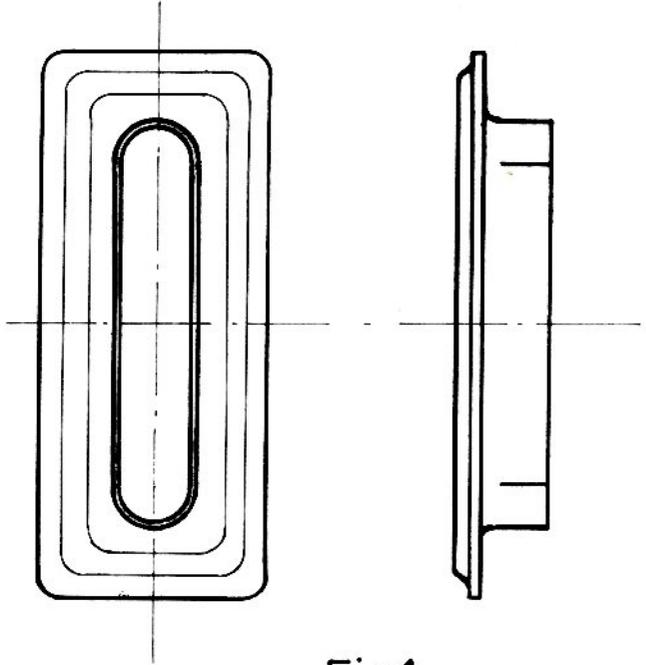

Fig.1
- 7°) Réaliser dans chaque arrondi de la partie mâle à rabattre des œillets, deux fentes d'environ 2 mm de profondeur, comme indiqué fig. 1. Présenter les œillets dans les encoches du tapis, la partie mâle sur la face extérieure du tapis.